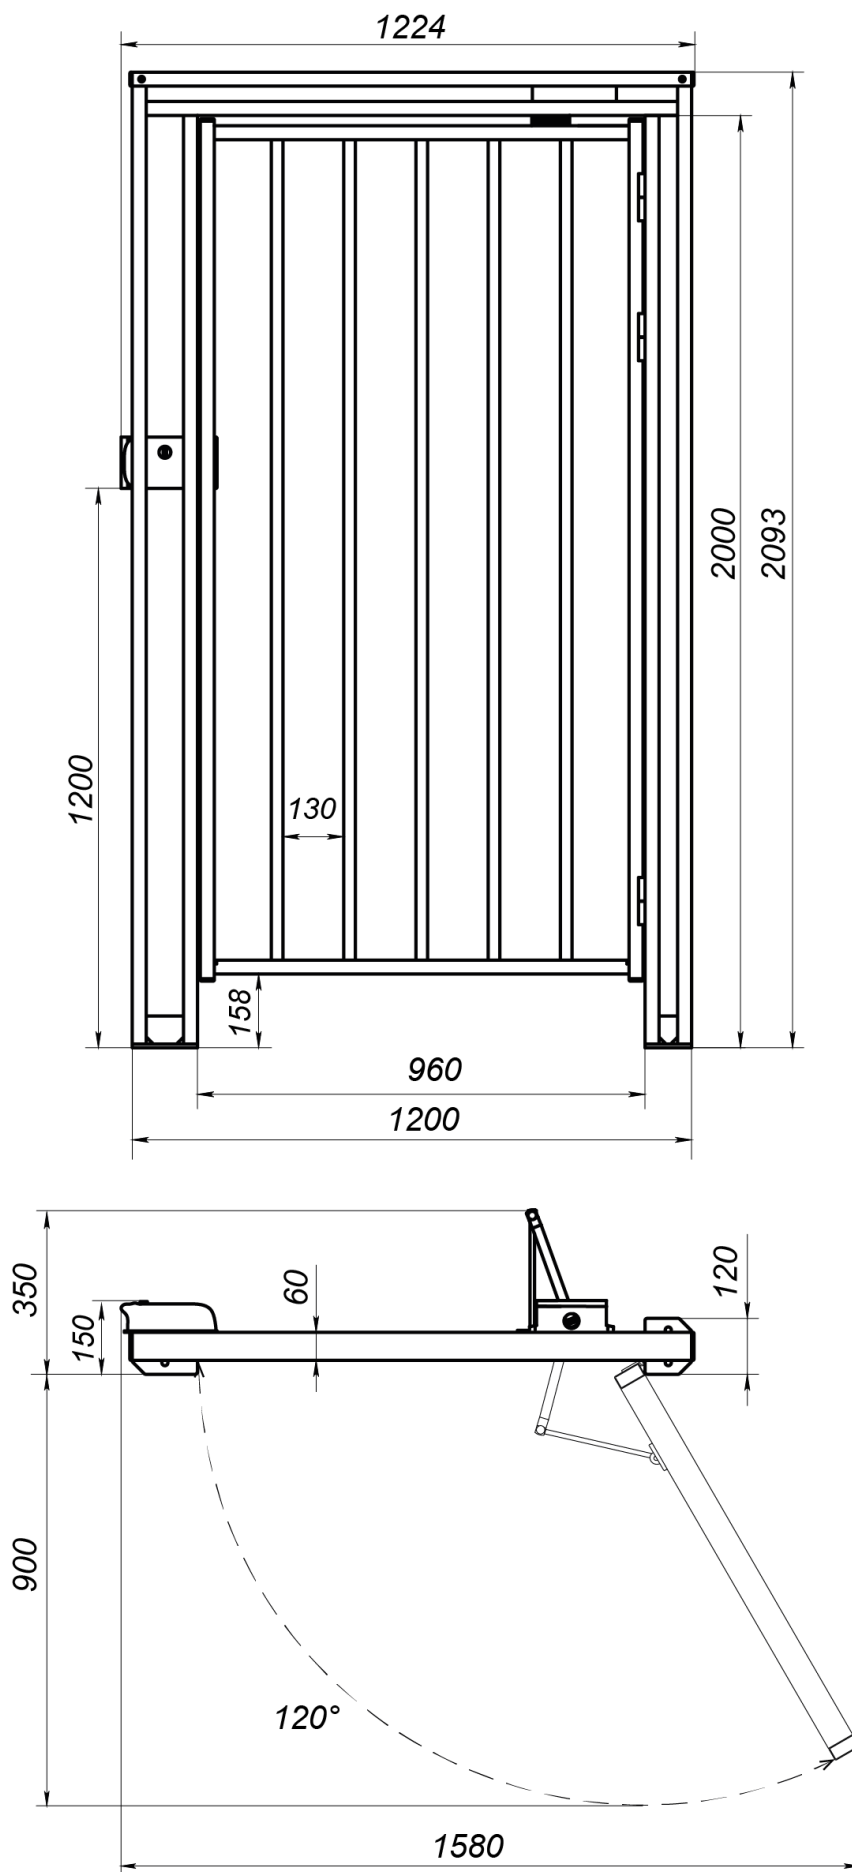
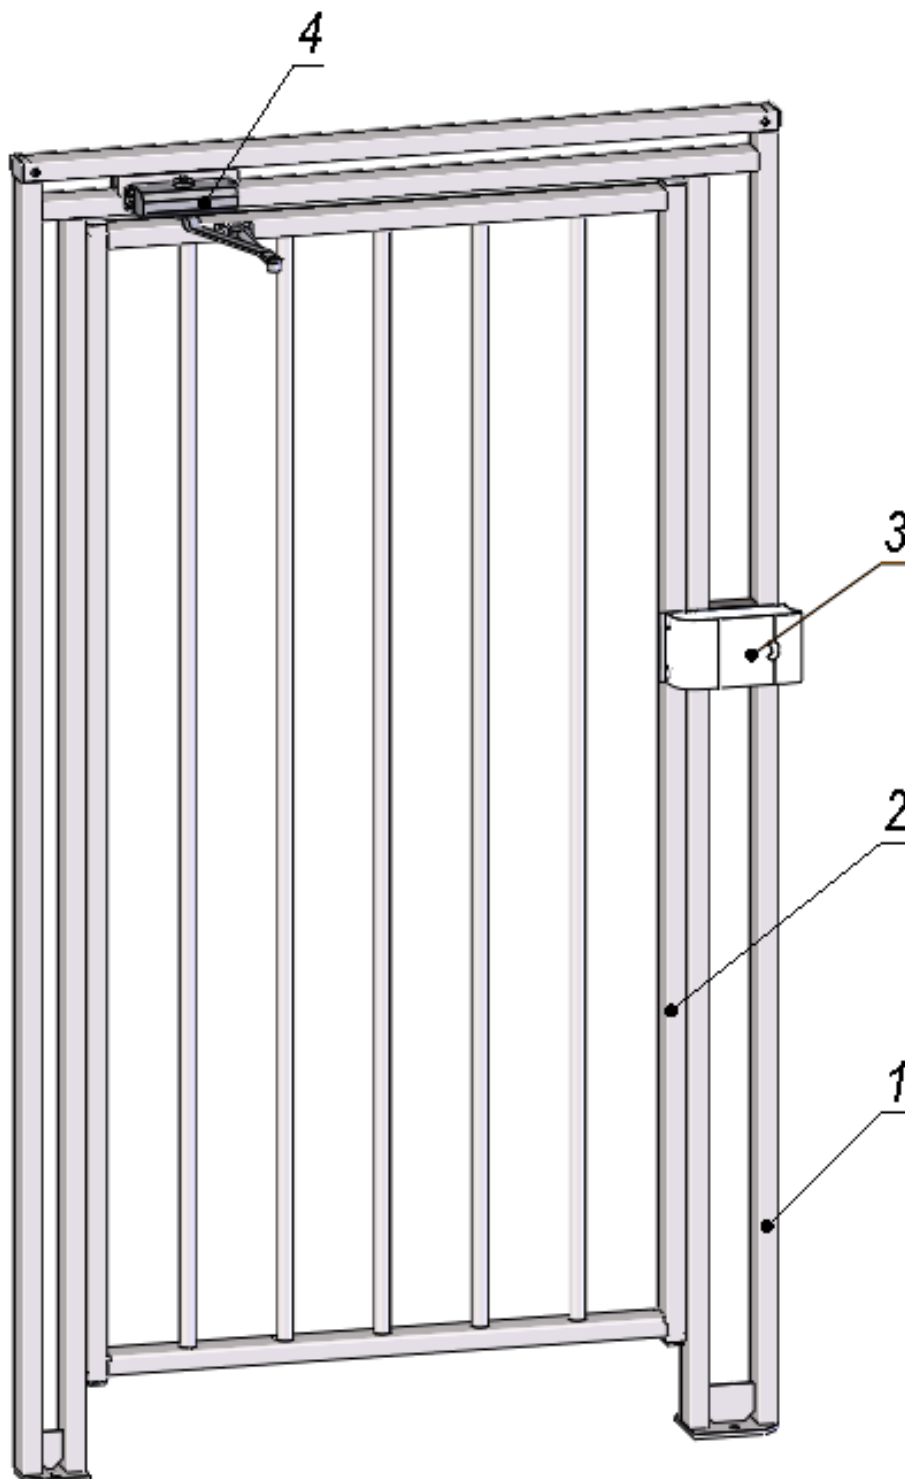

Рисунок 1. Габаритные и промежуточные размеры
Рисунок 2. Общий вид калитки
1 Габаритные размеры изделия представлены также на рис. 1
Устройство калитки показано на рис. 2. Габаритные размеры калитки указаны на рис. 1. Номера позиций в тексте руководства даны в соответствии с рис. 2, если не указано иначе. Калитка состоит из: рамы (1), створки (2), замка электромеханического (3), доводчика (4).